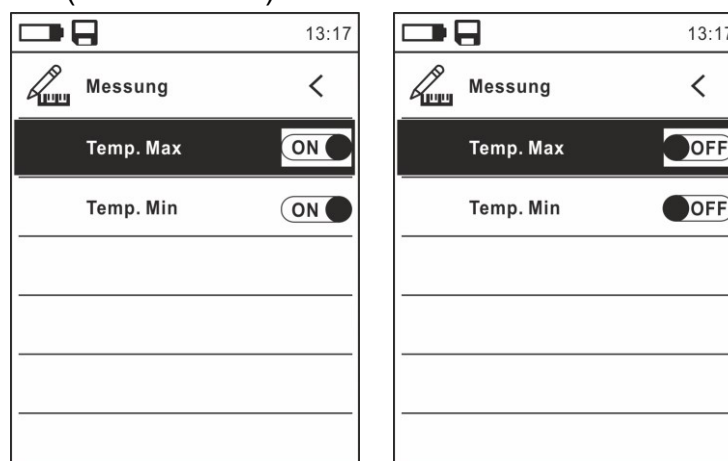

Abb. 11: Menü Messung
9. Wählen Sie den Eintrag "Messung" aus und drücken Sie die Taste oder zur Aktivierung/Deaktivierung der mit dem "heißesten" oder "kältesten" Punkt im Wärmebild assoziierten Cursor (siehe Abb. 11).